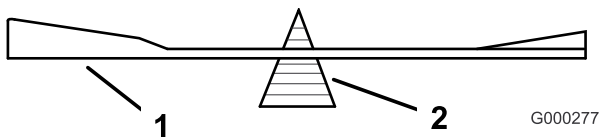

Figura 53
2. Verifique el equilibrio de la cuchilla colocándola sobre un equilibrador de cuchillas (Figura 53). Si la cuchilla se mantiene horizontal, está equilibrada y puede utilizarse. Si la cuchilla no está equilibrada, rebaje algo del metal en la parte de la vela solamente (Figura 53). Repita este procedimiento hasta que la cuchilla esté equilibrada.
Importante: La vela de la cuchilla debe apuntar hacia arriba y hacia el interior del cortacésped para asegurar un corte correcto (Figura 53).
1. Instale la cuchilla, el refuerzo de la cuchilla, la arandela curva y el perno de la cuchilla en el eje (Figura 53).